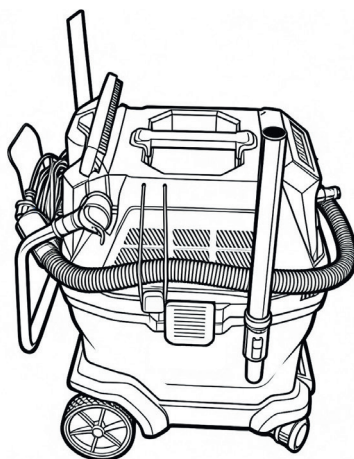

Рис. 20
- Соединительную трубку храните в вертикальном положении, вставив крюк в кронштейн на корпусе пылесоса. Остальные принадлежности можете хранить, вставив их в специальные гнезда на корпусе пылесоса (рис. 20).